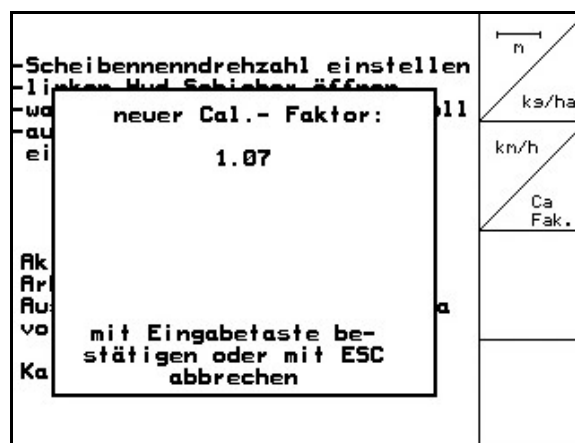

Fig. 55
6. Den nye kalibreringsfaktoren vises, og den bekreftes med eller forkastes med (Fig. 55).